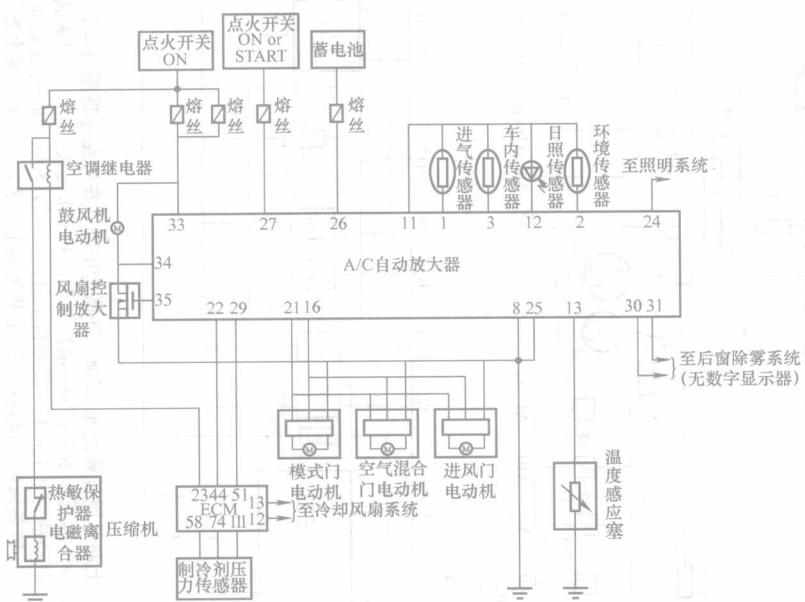

图 1-3 别克君威轿车空调系统电路原理图
(2) 局部电路原理图。为弄清汽车电器内部的结构，搞清楚各个部件之间的连接关系，弄懂某个局部电路的工作原理，常常从整车电路原理图中抽出某个需要专门研究的局部电路，参照有关资料，必要时甚至根据实地测绘、检查和试验记录等，将重点研究部位进行放大、绘制且加以说明，从而形成某一部分的电路原理图。如图1-3所示，为别克君威轿车空调系统电路原理图。这种局部电路原理图看起来简单明了，易读易绘，缺点是只能了解局部电路。